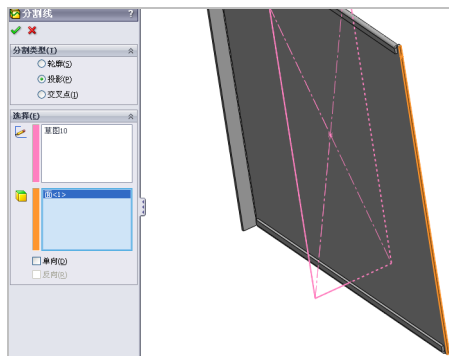

图 13-60 选择草图和平面对象
(13) 退出草图绘制环境，单击【曲线】右侧的下拉按钮，在弹出的列表框中，单击【分割线】按钮，弹出【分割线】属性管理器，选中【投影】单选按钮，选择新绘制的草图对象，并选择合适的平面，如图 13-60 所示。